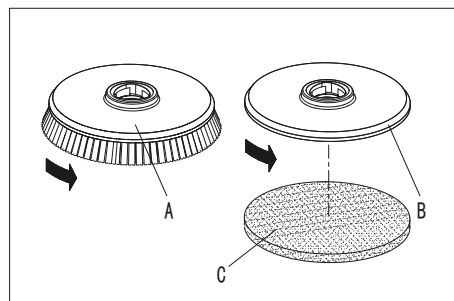

Figure 5
1. Inserte la llave de ignición (54) y gírela a la posición «O».
2. Levante la plataforma pisando el pedal (10).
3. Gire el regulador de velocidad (56), si lo hay, a la posición de inactivo, moviéndolo en el sentido anti-horario.
4. Coloque los cepillos (A, Fig. 5) en el porta-almohadillas (B) debajo de la plataforma (21).
5. Baje la plataforma en los portacepillos/porta-almohadillas pisando el pedal (10).
6. Gire la llave de ignición (54) a «I».
7. Presione el interruptor del portacepillos/porta-almohadillas y el sistema de aspiración (60).
8. Pulse uno de los cepillos/engranajes de marcha adelante (50) para enganchar el portacepillos/porta-almohadillas y a continuación libérela. Si es necesario, repita el procedimiento hasta que los portacepillos/porta-almohadillas estén enganchadas.